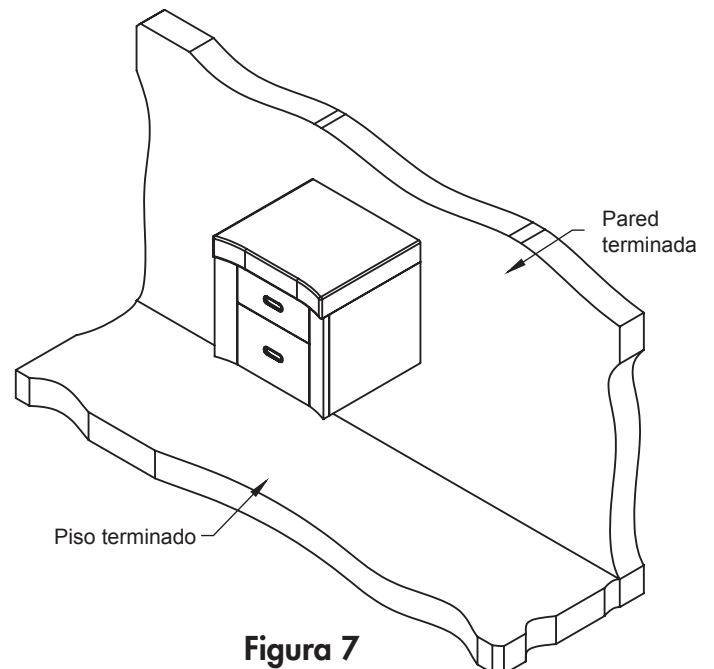

Figura 7
- o Vea el conjunto de cajón central instalado en la **figura 7**.